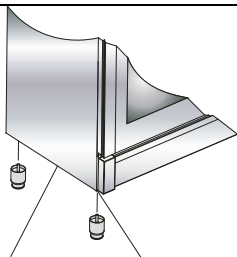

Figura 1
4. Como se muestra en la Figura 1, hay una barra para montar los pies en la parte inferior del horno. Las tuercas sobre estas barras se montan para atornillar los pies. (Figura 2) completar el proceso de instalación del pie, enroscando los pies a las tuercas. (Figura 3).